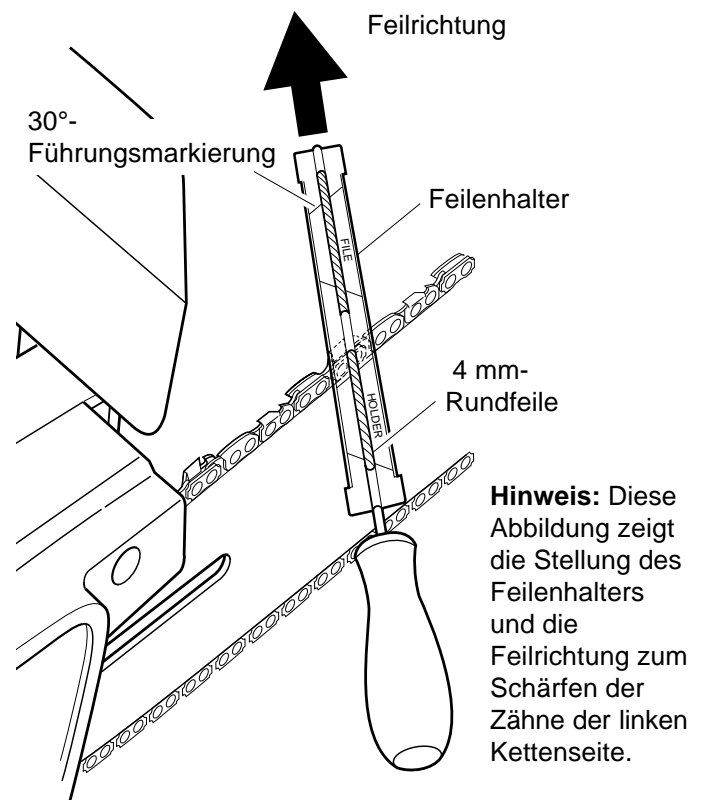

Abb.20 - Stellung von Feile und Feilenhalter auf der Kette
3. Die am Feilenhalter befestigte 4 mm-Rundfeile in eine der Kerben zwischen Zahndach und Tiefenbegrenzer an der Kette drücken. Der Feilenhalter muß gleichzeitig auf dem Zahndach und dem Tiefenbegrenzer ruhen (siehe Abb.20 und 21). Hinweis: In der Schwertmitte feilen.
4. Feilenhalter festhalten. Darauf achten, daß die 30°-Markierung parallel zur Mittellinie des Schwertes verläuft (siehe Abb.20). Dadurch wird gewährleistet, daß die Schneidezähne im 30°-Winkel gefeilt werden.
5. Von der Innenseite des Schneidezahns her nach außen feilen, bis der Zahn scharf ist. Nur in diese eine Richtung feilen (siehe Abb.20). Hinweis: Zum Schärfen des Zahns werden etwa zwei bis drei Feilstöße benötigt.